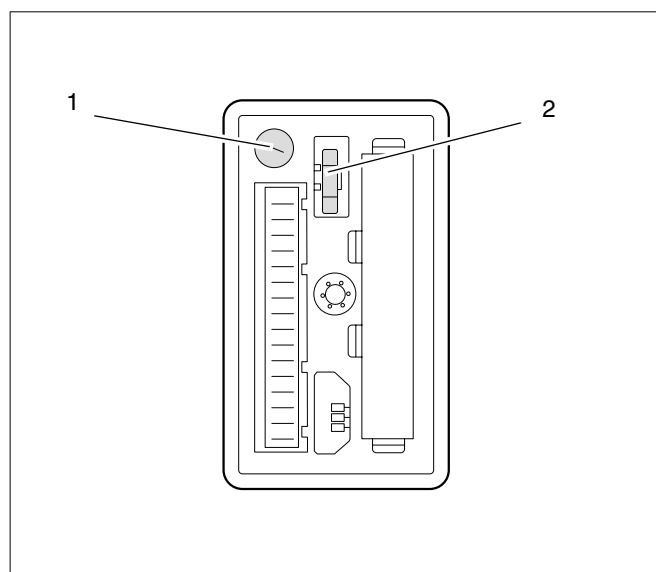

Fig. 6 Verificarea siguranțelor
- Demontați suportul siguranței prin desfacerea sistemului de închidere tip baionetă (vezi Fig. 6, Poz. 1).
- Verificați siguranța cu privire la flux, cu ajutorul aparatului pentru multi-măsurători. Dacă este defectă, înlocuiți-o cu o siguranță de rezervă (nouă) de 5 AT (Fig. 6, Poz. 2).